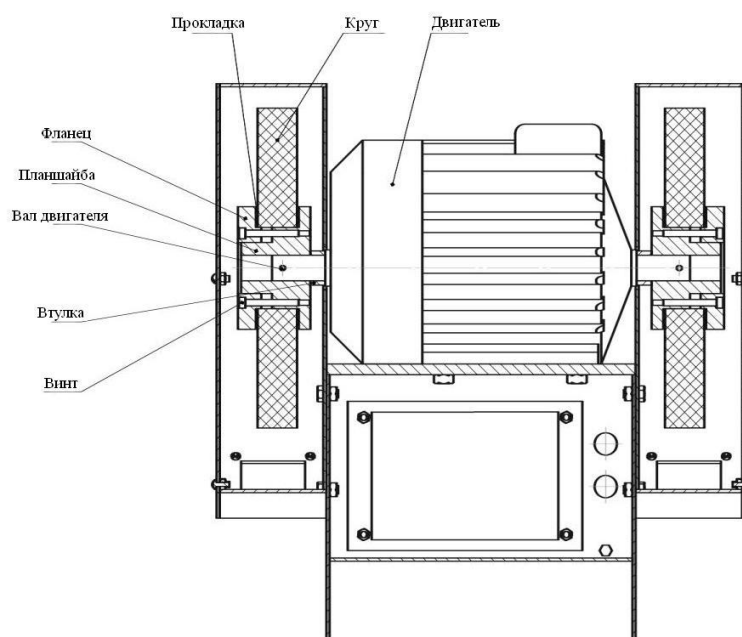

Рис. 2 Крепление шлифовального круга.
2.2.1 Крепление шлифовального круга (рис.2)
Установка подручников 5 и 6 в требуемом положении производится перемещением их в пазах кронштейнов 7 и 8, которые, в свою очередь, крепятся к подставке (тумбе) и могут перемещаться относительно нее. На валу электродвигателя имеются планшайбы для установки кругов. Крепление кругов см. рис. 2.
- 10.4 Для смены круга на станке снять крышку кожуха, отвернуть шесть винтов (М8 для станков ТШ-2 и ТШ-2.20; М10 для станков ТШ-3 и ТШ-3.20) фланца (см. рис.2), снять фланец и круг.